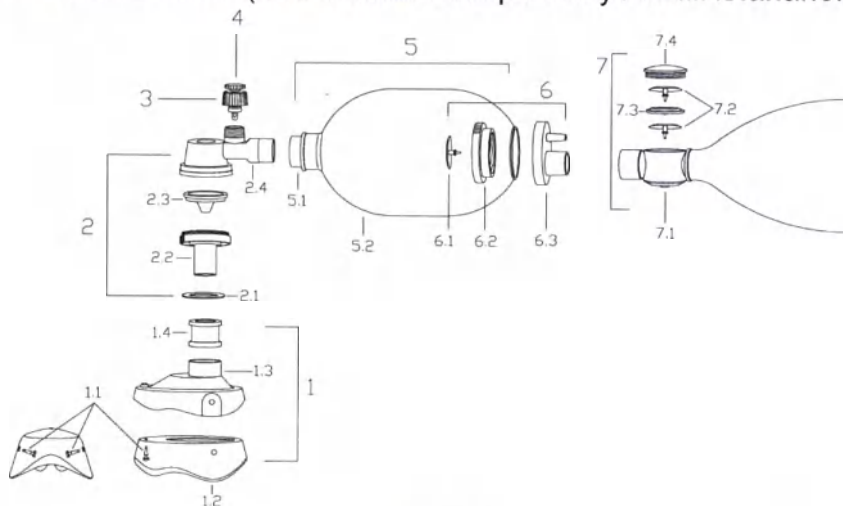

Рис. 3
- а) Отсоедините клапан пациента от лицевой маски и дыхательного мешка. Маску (двухкомпонентную) разберите на 3 части (см. рис. 3), из лицевой части удалите держатели (держатели удаляются в случае, если детали маски в дальнейшем подвергаются автоклавированию). Клапан пациента разберите на 4 части. Отверните от тела клапана пациента (по направлению против часовой стрелки) предохранительный клапан вместе с крышкой-колесиком, но не разбирайте его на части. Отсоедините впускной клапан от дыхательного мешка, разберите его на 3 части. Отделите от клапана резервного мешка его крышку, выньте держатель и мембраны.
г) После проведенного обеззараживания произведите сборку клапана пациента, впускного клапана и клапана резервного мешка в обратном порядке (см. рис. 3). Вставьте клапан пациента и впускной клапан в дыхательный мешок, к патрубку клапана пациента присоедините лицевую маску подходящего размера.